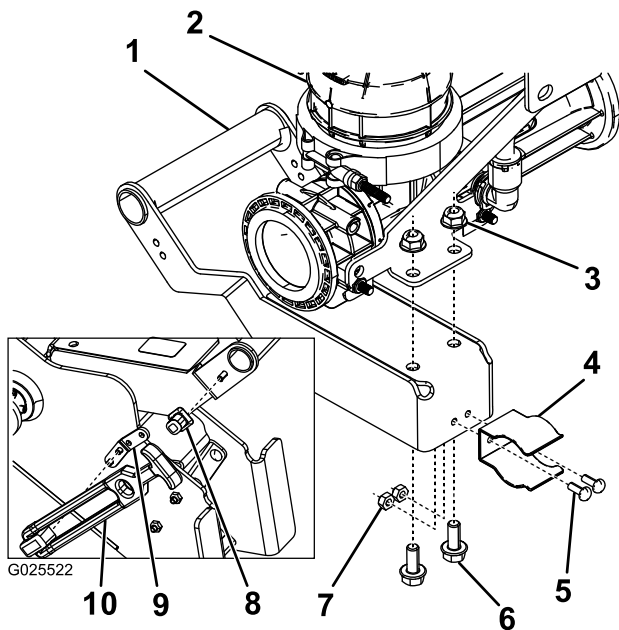

Bild 13
1. Befestigen Sie die Riegelstrebe mit einer Sechskantschraube am Ejektorgriff (Bild 13).
2. Befestigen Sie die Verlängerungshalterung mit zwei Sechskantschrauben am Hauptstützrahmen (Bild 13).
3. Bringen Sie den Verriegelungsgriff an der Verlängerungshalterung an (Bild 13).
4. Befestigen Sie den Griff mit zwei Bundkopfschrauben und Bundmuttern am Ejektor (Bild 13).